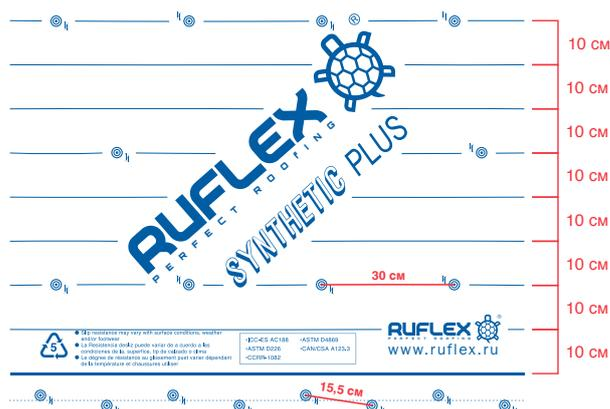

Рисунок 2: Расположение разметок для гвоздей
2.3.2. RUFLEX рекомендует специальные гвозди с пластиковой шайбой диаметром 25 мм. Использование скоб, по технике безопасности, в связи с их слабой фиксацией и возможности отрыва подкладочного ковра при хождении или сильном ветре, запрещено. (Рис.2)